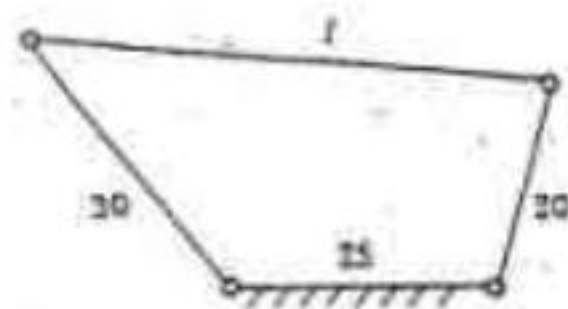

图 2
1. 如图 2 所示铰链四杆机构，连杆的长度  $l$  不论如何变化，不可能得到双曲柄机构。对否？为什么？